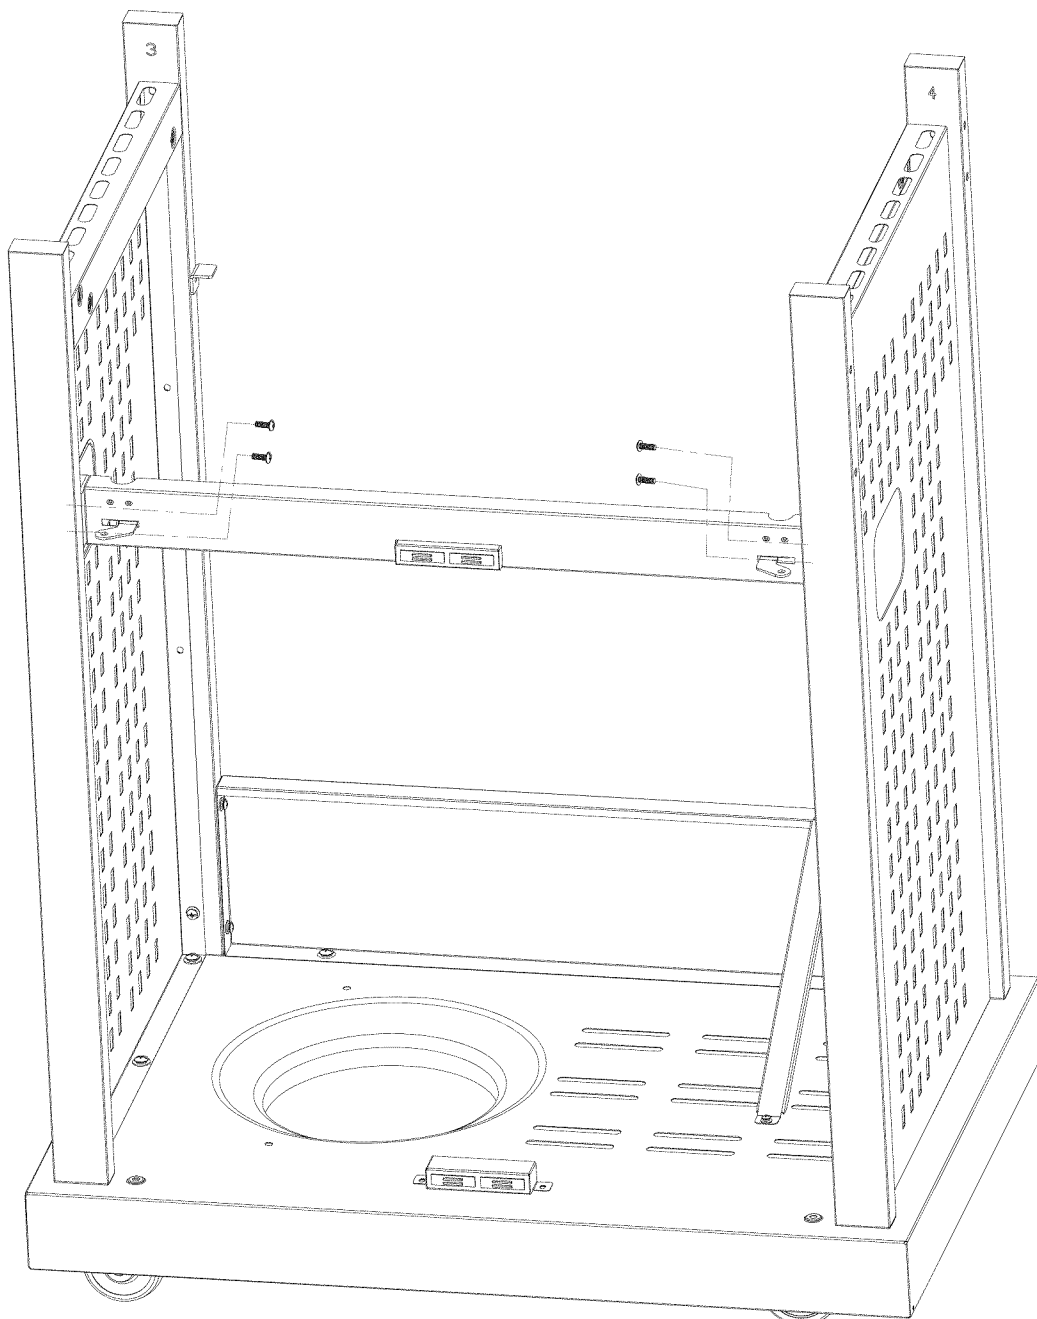

Fig. 6
1. Alinee los orificios del soporte de la puerta con los orificios de las patas frontales. Sujete el soporte a las patas frontales con cuatro (4) tornillos M5 x 15 como se indica en la **Fig. 6**.